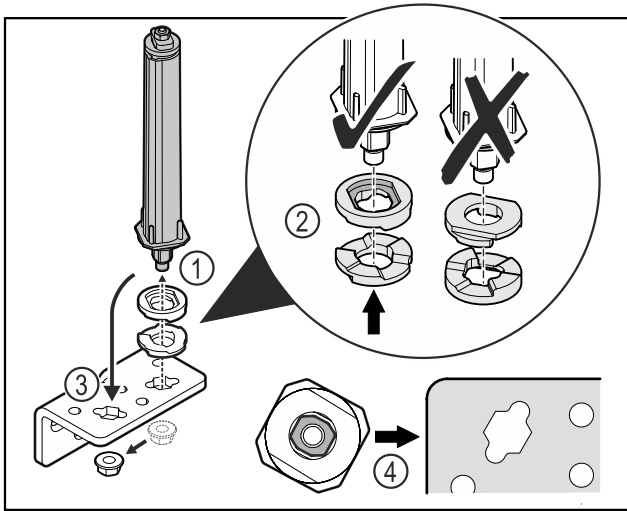

Fig. 20
- ▶ Avaa mutteri ja poista oven sulkuyksikkö Fig. 20 (1).
- ▶ Huomioi korkeudensäätölaattojen oikea kohdistus Fig. 20 (2).
- ▶ Aseta oven sulkuyksikkö saranakulmassa toiseen paikkaan ja kiinnitä mutterilla Fig. 20 (3).
- ▶ Huomioi oven sulkuyksikön oikea kohdistus paikalleen asettamisen yhteydessä Fig. 20 (4).